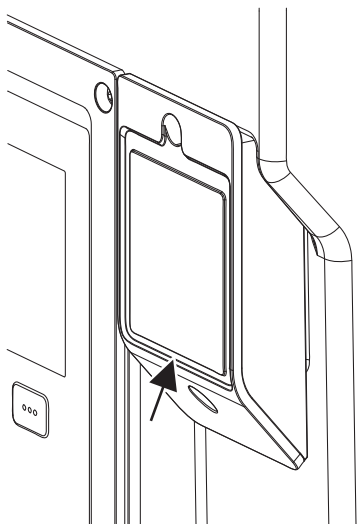

Fig. 28: Кришка для модуля Wilo-Smart Connect BT
1. Викрутити гвинт кришки модуля Wilo-Smart Connect (Fig. 28) і зняти кришку.
Через свою конструкцію модуль Wilo-Smart Connect BT може встановлюватися лише в одному напрямку. Модуль додатково не самофіксується. Кришка модуля Wilo-Smart Connect (Fig. 28) на верхній частині електронного модуля міцно утримує модуль в інтерфейсі.